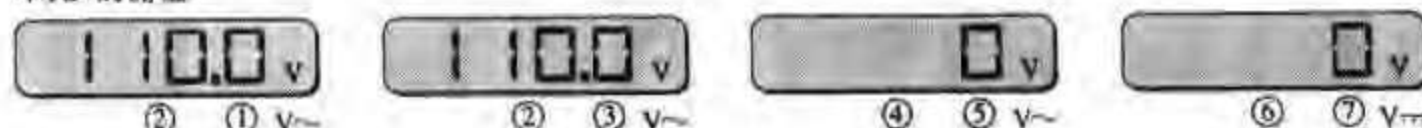

图 15.42 电源系统单元 2,3,4 中的电压测量
- 根据图 15.42 所示的读数确定 2,3,4 系统是否工作正常。如果不正常,问题归结到以下几个方面中的一个:包括整流器、滤波器和稳压器的电路板、变压器、保险丝或者电源。图中仅表示万用表的读数和测量点。